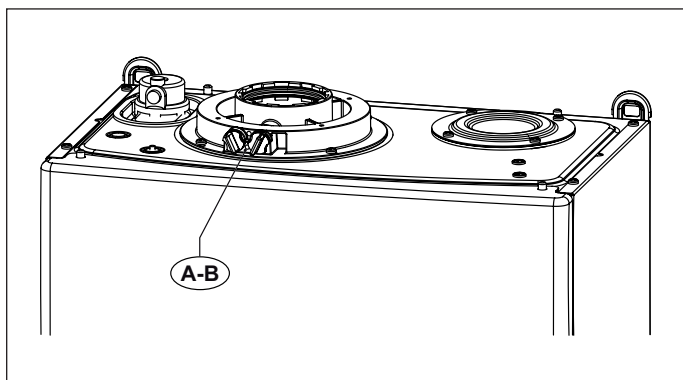
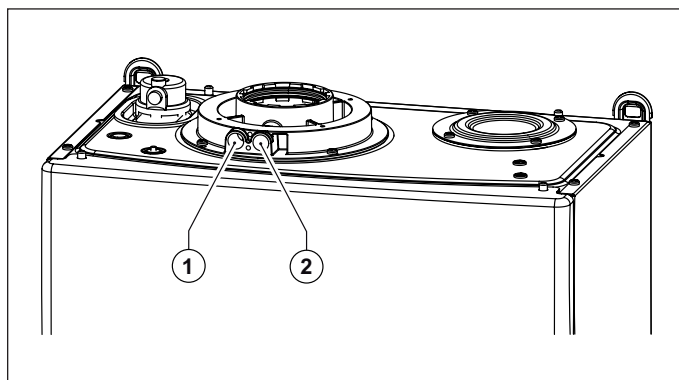

Fig. 19 Poziția bușoanelor
Fig. 20 Poziția orificiilor
Centrala termică este prevăzută cu un turn pentru racordarea conductelor de aspirație aer/evacuare gaze arse (vezi Fig. 19 Poziția bușoanelor și Fig. 20 Poziția orificiilor).
În turn au fost prevăzute orificii pentru accesul direct al aerului de combustie și pentru evacuarea gazelor arse (vezi Fig. 20 Poziția orificiilor).
Înainte de a efectua măsurătorile înlăturați bușoanele **A** și **B** din orificiile prevăzute pe turn (vezi Fig. 19 Poziția bușoanelor).
- măsurarea aerului de combustie preluat din orificiul **1** (vezi Fig. 20 Poziția orificiilor).
- măsurarea temperaturii gazelor arse și a CO2 prelevat din orificiul **2** (vezi Fig. 20 Poziția orificiilor).
Cablurile termostatului trebuie conectate la bornele (1) și (2) ale plăcuței electronice (vezi Fig. 16 Schema electrică RTFS și Fig. 20 Schema electrică CTFS) după ce a fost eliminată puntea furnizată cu centrala termică. *Scheme electrice*) după ce a fost eliminată puntea furnizată cu centrala termică.